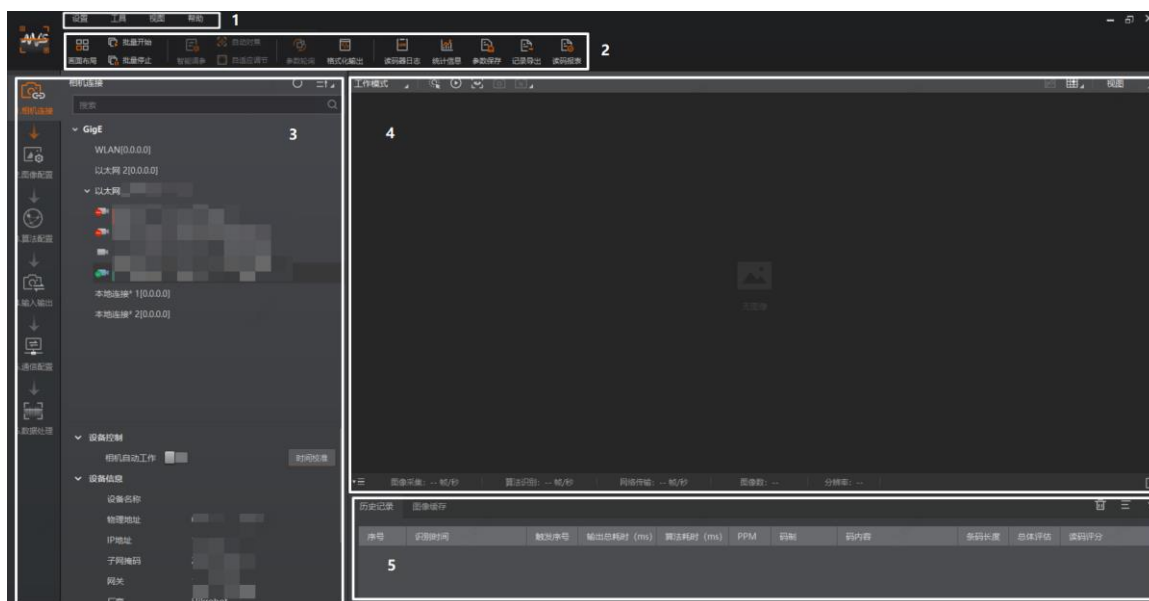

图3-6 IDMVS 主界面
2. 连接读码器后客户端主界面如图 3-6 所示，各功能模块的说明如表 3-1 所示。